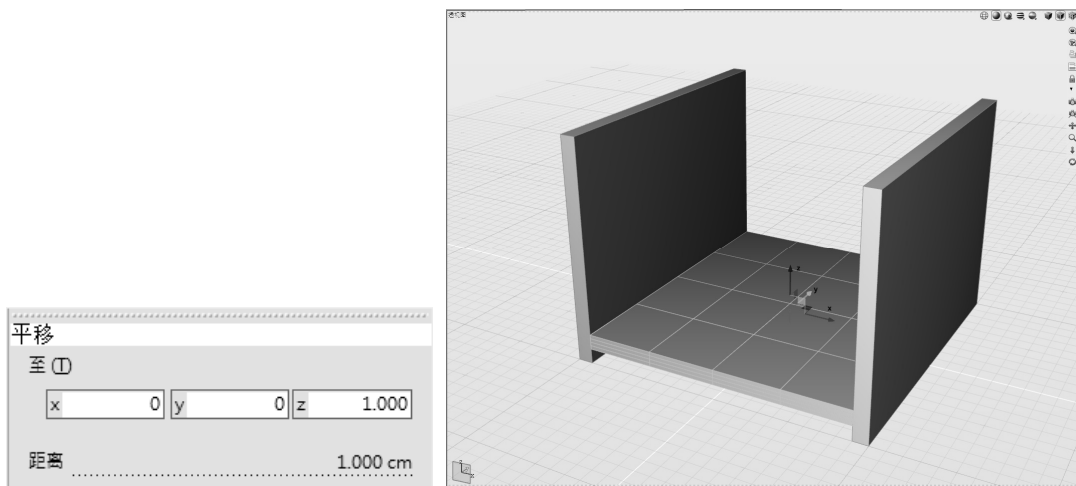

图 5-6 将隔板向 Z 轴正方向平移 1cm
3) 保持该对象处于选中状态, 激活“平移”工具, 向 Z 轴正方向平移 1cm, 如图 5-6 所示。